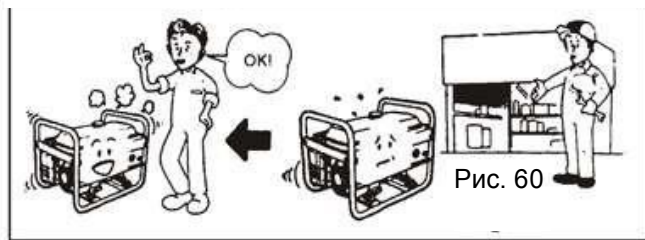

Рис. 60
10.1.5 Якщо двигун все ще не запускається, зверніться до вашого дилера за допомогою (Рис. 60).